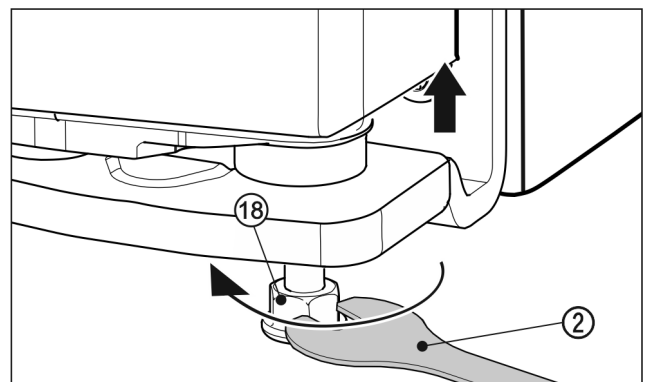

Fig. 25
- Pour soulever la porte, dévisser le pied réglable Fig. 25 (18) avec la clé à molette Fig. 25 (2) fournie en le tournant dans le sens des aiguilles d'une montre jusqu'à ce qu'il touche le sol. Continuer ensuite à tourner jusqu'à ce que la porte soit réglée en hauteur. À la livraison, le support de palier est vissé à fond.